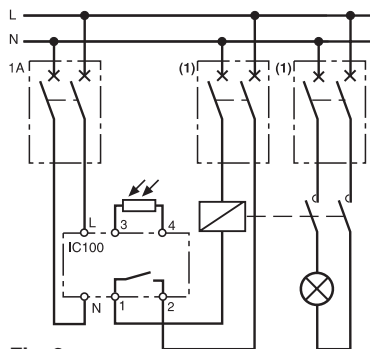

Fig. 2
- Puissance > 16 A, Cos φ = 1: vous devez relayer votre charge avec un contacteur (Fig. 2).